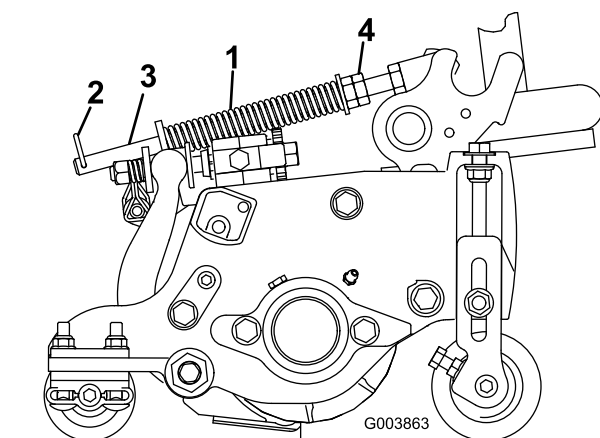

Figura 16
El muelle de compensación del césped (Figura 16) transfiere peso del rodillo delantero al trasero. (Esto ayuda a reducir el patrón de ondulación en el césped.)
1. Asegúrese de que el pasador de horquilla está instalado en el taladro del extremo de la varilla (Figura 16).
2. Apriete las tuercas hexagonales del extremo delantero de la varilla del muelle hasta que la longitud comprimida del muelle sea de 15.9 cm (6.25 pulg.) (Figura 16).